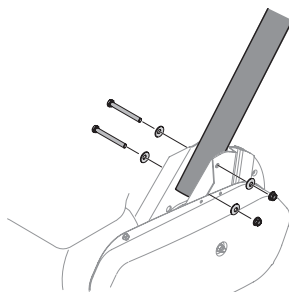

Figure 5
1. Retirez les boulons, les rondelles et les écrous du support du boîtier d'engrenages. Voir Figure 5.
2. Placez les poignées en place et fixez-les avec la quincaillerie enlevée précédemment. Voir Figure 5.